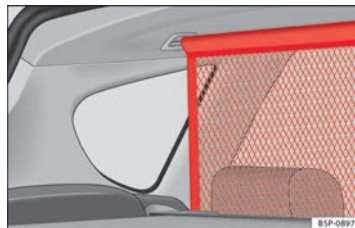

Fig. 121 Red separadora.
- Pase la red desde abajo entre el respaldo y la bandeja enrollable y colóquela en los alojamientos del techo, primero el derecho y después el izquierdo ⇒ fig. 121. ▶